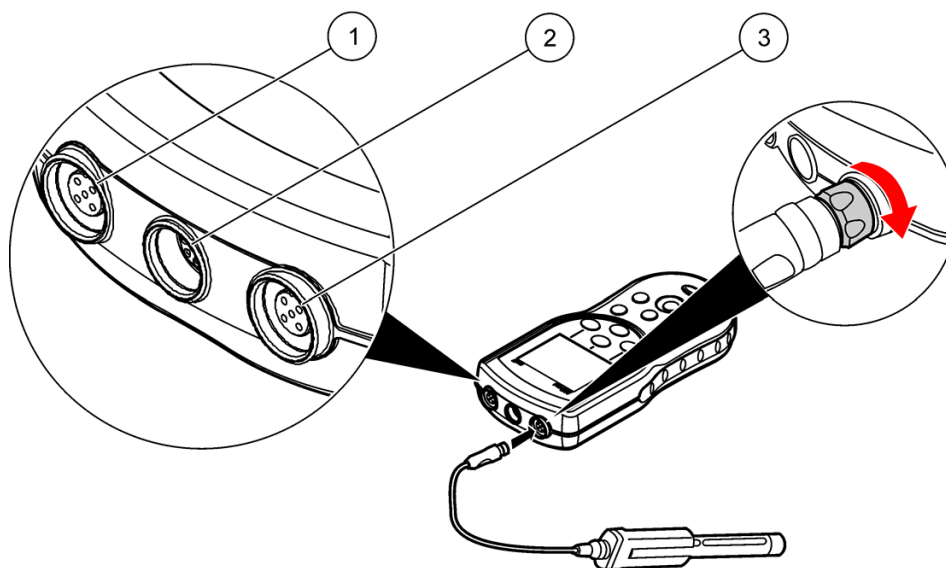

Figura 5 Conexión de la sonda
2. Enchufe la sonda al medidor como se muestra en Figura 5.